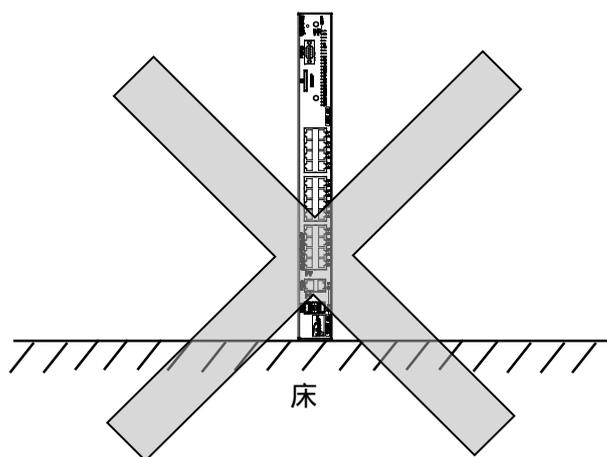

図 3-1 悪い設置例
- (1) 本装置の上面、側面に物を置かないでください。冷却のための通風を阻害し、故障の原因となります。Apresia5412GT-HRSS2 は上面通気口から排熱するため段積みで使用しないでください。
- (2) 本装置の上面に花瓶や飲物等を置かないでください。
- (3) 本装置を設置する場合は換気のための適切な空間(本装置上面と側面の通風孔を塞がないよう十分なスペース(目安として約 10cm 以上)を空けてください。
- (4) 本製品を据え置きする場合は、標準添付されている筐体ゴム足を本装置の 4 隅の底に取り付けてご使用ください。
- (5) 本装置を直接、床などに縦置きで使用しないでください(図 3-1)。冷却のための通風を阻害し、故障の原因となります。縦置きする場合は、通気口からの排熱を阻害しないようラックに取り付けてご使用ください。
- (6) 本装置が動作している場合は、熱を発生する装置を本装置の上下に設置しないでください。冷却を阻害し、故障の原因となります。